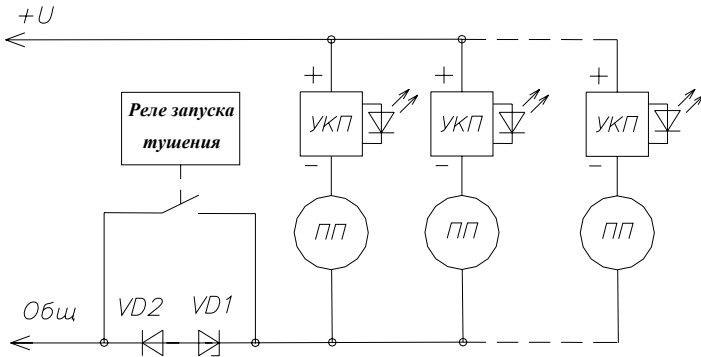
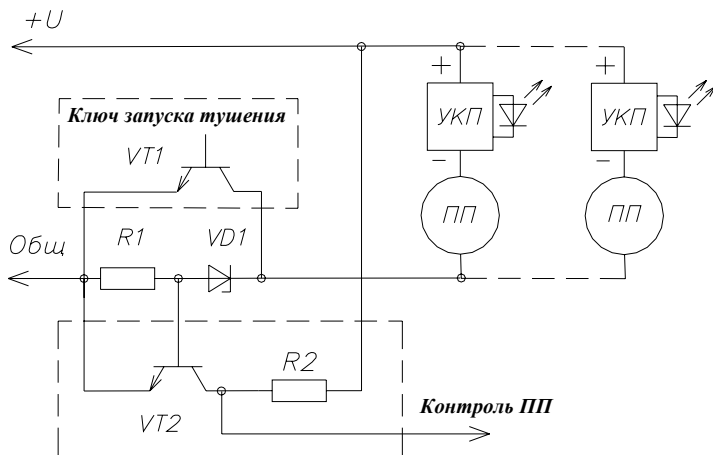

Рис. 5.1.
Рис.5.2.
5.1 В простейшем случае монтаж линии пуска производится в соответствии со схемой Рис.5.1. УКП включается последовательно с управляемым ПП с соблюдением полярности. Элементы VD1, VD2, монтируются рядом с прибором управления.
5.2 В общем случае схема линии контроля и поджига ПП приведена на рис.5.2.
- произвести монтаж линии в соответствии со схемой рис.5.1 или рис.5.2, соблюдая полярность;